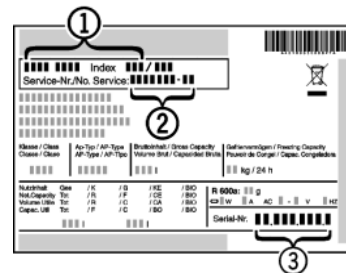

Fig. 6
- ▶ Očitajte naziv uređaja *Fig. 6 (1)*, servisni broj *Fig. 6 (2)* i serijski broj *Fig. 6 (3)* s tipske pločice. Tipska pločica nalazi se na lijevoj unutarnjoj strani uređaja.
- ▶ Obavijestite službu za kupce i javite im kvar, naziv uređaja *Fig. 6 (1)*, servisni broj *Fig. 6 (2)* i serijski broj *Fig. 6 (3)*.